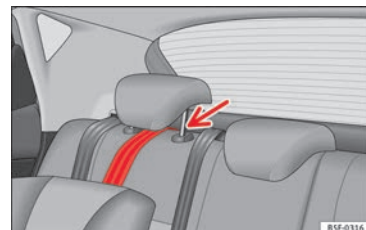

Fig. 34 Sangle de fixation : réglage et montage corrects.
- Placez la sangle sous l'appuie-tête de la banquette arrière » fig. 34 (soulevez l'appuie-tête si nécessaire).